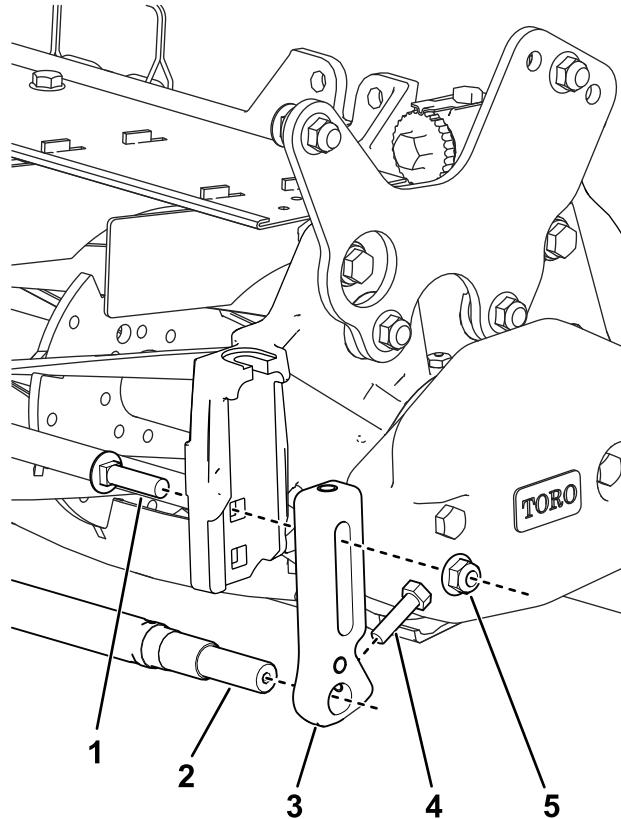

Figure 29
2. À l'aide des boulons de carrosserie et contre-écrous, montez les supports de hauteur de coupe avant dans le trou supérieur de la plaque latérale (Figure 29).